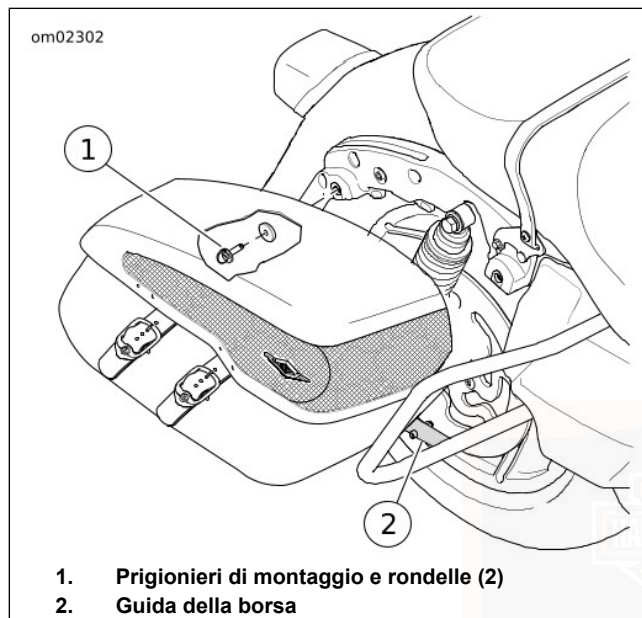

Figura 58. Rimozione/installazione della borsa: FLHRC
2. Vedere Figura 58. Ruotare i prigionieri di montaggio di 1/4 di giro in senso antiorario per sganciare la borsa dalla staffa di montaggio.